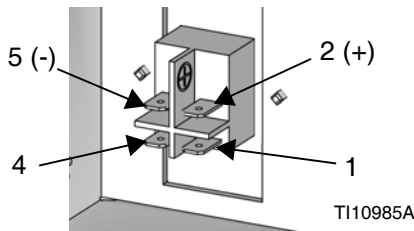
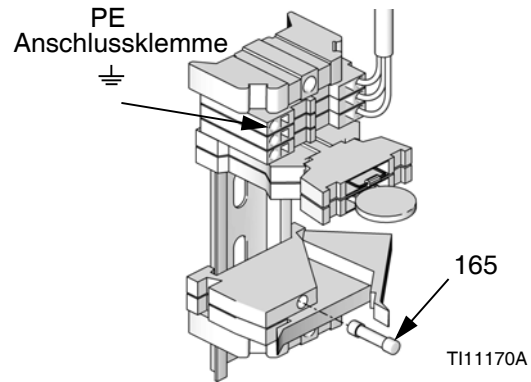

ABB. 37
ABB. 38
2. 24-VDC-Modul (154) in Halterung (151) einbauen.
3. Netzschalter (159) in Halterung (151) einbauen.
4. Schnelltrennkupplungen am Kabel vom 24-VDC-Modul (154) an Anschlüsse am Netzschalter (157) anschließen.
5. CAN-Kabel (163) mit Ausgang der Stromversorgung verbinden.
- 24-V-Stromversorgung der Klasse 2 an die Anschlüsse am Netzschalter anschließen: +24 V DC an Anschluss 2 (+) und 24 V DC Rückspannung an Anschluss 5 (-). Siehe ABB. 37. Schutzleiter (PE) an Klemme mit Markierung \perp anschließen. Siehe ABB. 38. Die 24-VDC-Stromversorgung muss mindestens 1,0 A bereitstellen können und einen Überstromschutz mit einer Nennstromstärke von nicht mehr als 2,5 A haben.
- Abdeckplatte (160), Schrauben (156) und Unterlegscheiben (164) entsprechend einbauen.